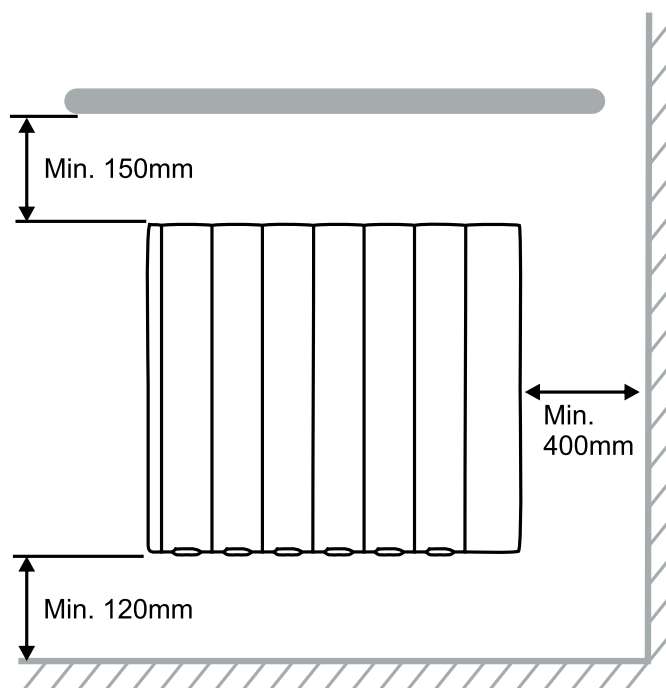

Fig. 1
- Respecter les distances minimales d'installation indiquées à la **Fig. 1**.
Dans la mesure du possible, le radiateur doit être installé sous une fenêtre, mais pas dans un endroit exposé aux courants d'air. Respectez toujours les distances de sécurité indiquées pour une installation correcte (**Fig. 1**).